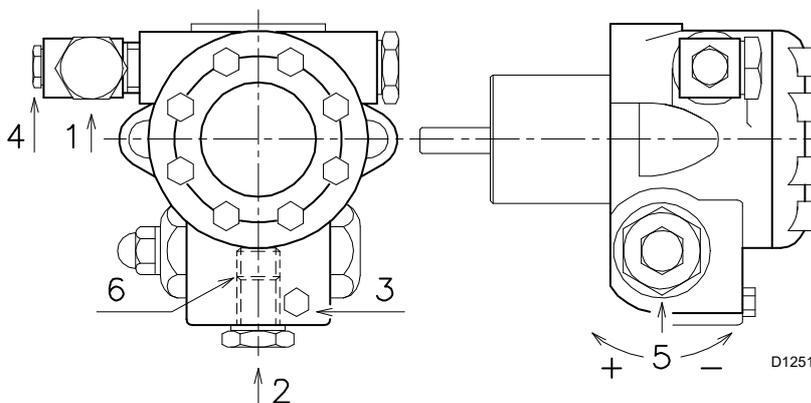

Fig. 17
- Pour que la pompe puisse s'auto-amorcer, il est indispensable de desserrer la vis 3)(Fig. 17) de la pompe pour purger l'air contenu dans le tuyau d'aspiration.
14 bar : pour augmenter le débit de combustible ou pour avoir des allumages sûrs même à des températures inférieures à 0 C. Pour modifier la pression de la pompe, agir sur la vis 5)(page 16 Fig. 17).